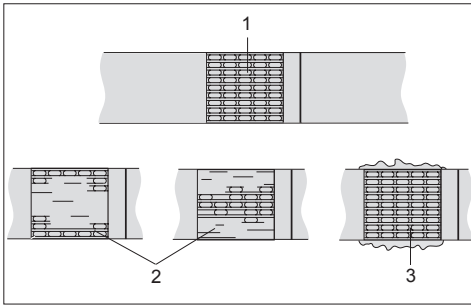

Fig. 9
– Verschluss regelmässig auf sein Aussehen überprüfen (siehe Fig. 9). Bei schlecht geschweissten Bändern: **Einstellung der Schweisszeit überprüfen (siehe Kapitel 5.7).**
- Check appearance of seal (see fig. 9) regularly. If the straps are poorly welded, **check the welding time setting (refer to chapter 5.7).**
- Vérifier régulièrement l'aspect du sertissage (voir fig. 9). En cas de bandes mal soudées: **vérifier le réglage de la durée de soudure (voir chapitre 5.7).**